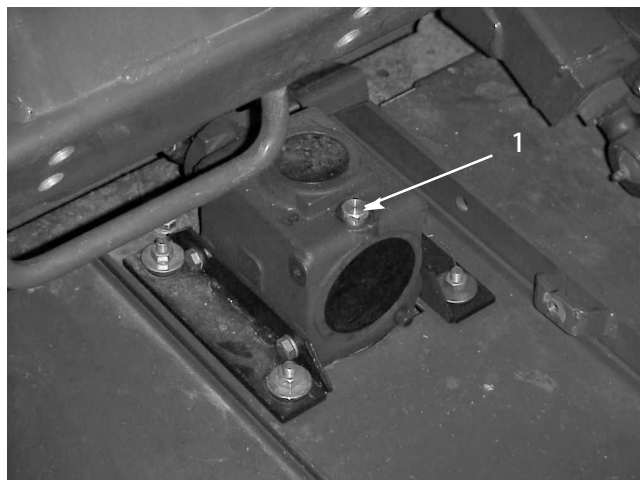

図 5
2. ギア・ボックスの上部についているディップスティック兼給油プラグ (図5) を取り、オイルの量が、ディップスティックについている2本のマークの間にあることを確認する。油量が少なければ2本のマークの間まで補給する。